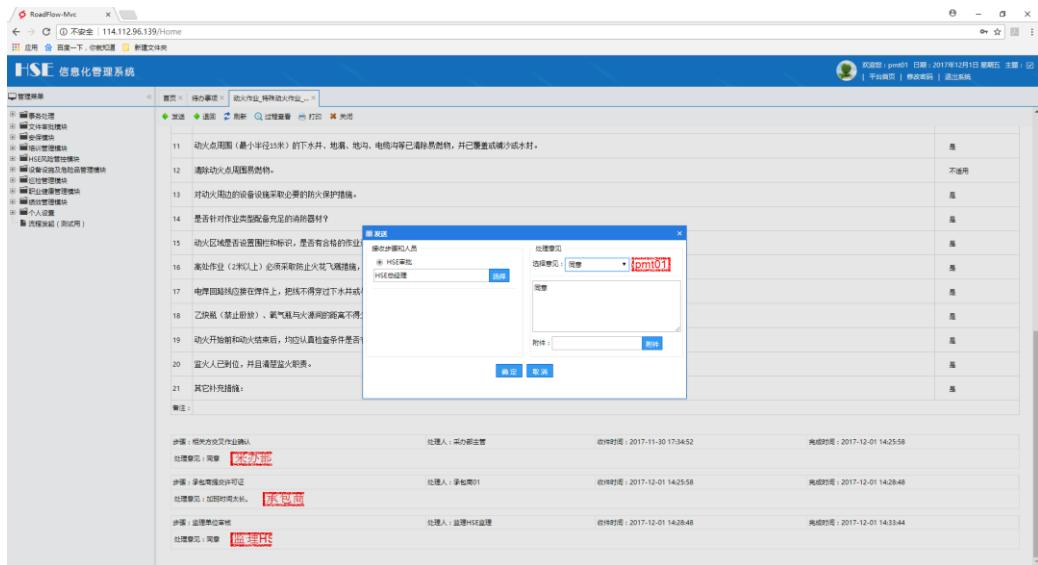

图 5.2-31 发送给 HSE 部审批
2. 审查表单内容 , 内容合格无误则发送给 HSE 部审核 , 如图 5.2-31 所示 :